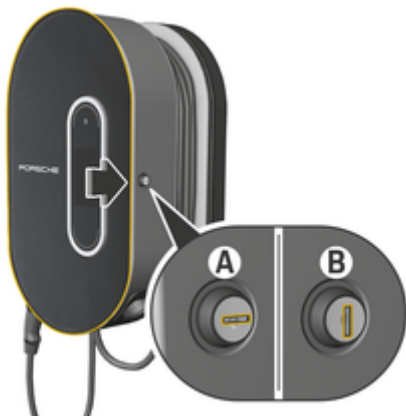

Fig. 72: Base de carregamento
- ▶ Coloque a trava na posição **A** (Fig. 72).
- ▶ Coloque a trava na posição **B** (Fig. 72).